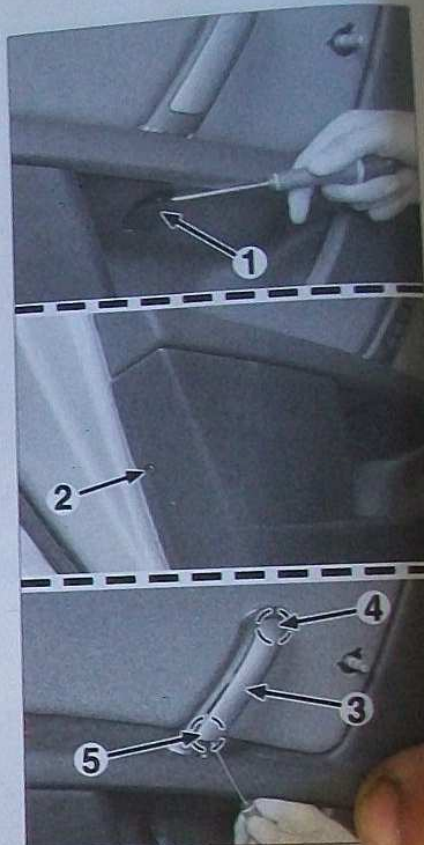

FIG. 30
Décliper l'obturateur de la vis de fixation (1) et déposer la vis de fixation (Fig.30).